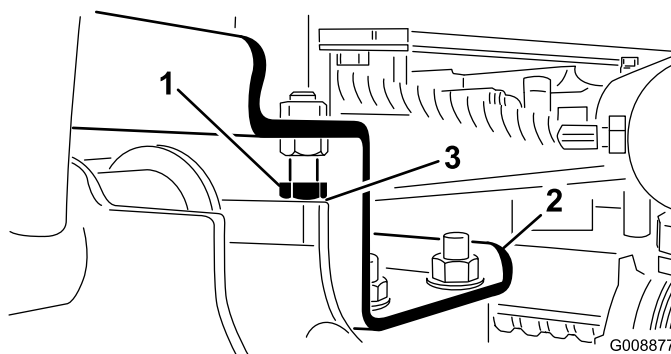

Рисунок 26
- А. Ослабьте затяжку фиксирующих болтов и отрегулируйте цилиндр, чтобы получить нужный зазор (Рисунок 26).
- 2. Проверьте, чтобы зазор между каждым подъемным рычагом и фиксирующим болтом составлял от 0,13 до 1,02 мм (Рисунок 26).